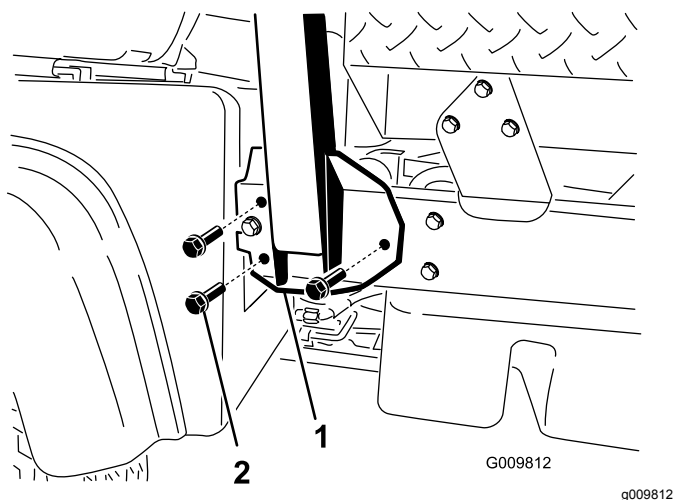

Рисунок 6
2. Совместите обе стороны конструкции ROPS с монтажными отверстиями с каждой стороны рамы машины (Рисунок 6).
3. Прикрепите монтажный кронштейн конструкции ROPS к раме машины с помощью 3 болтов с фланцевыми головками (1/2 x 1-1/4 дюйма) с каждой стороны (Рисунок 6).